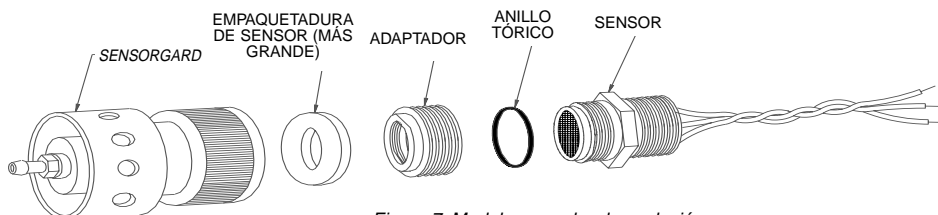

Figura 7. Modelo a prueba de explosión
- Use la empaquetadura de caucho y anillo tórico más grande del juego (observe la FIGURA 7).
- Use la empaquetadura de caucho y anillo tórico más grandes del juego (observe la FIGURA 7).